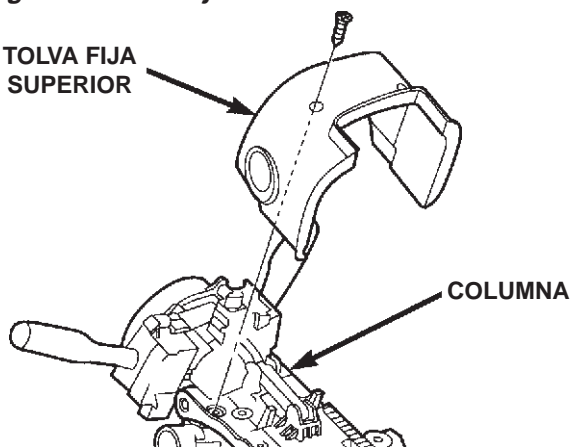

Fig. 39 Desmontaje e instalación de la tolva fija de la columna
(9) Quite la tolva superior de la columna fijada con dos tornillos (Fig. 39).